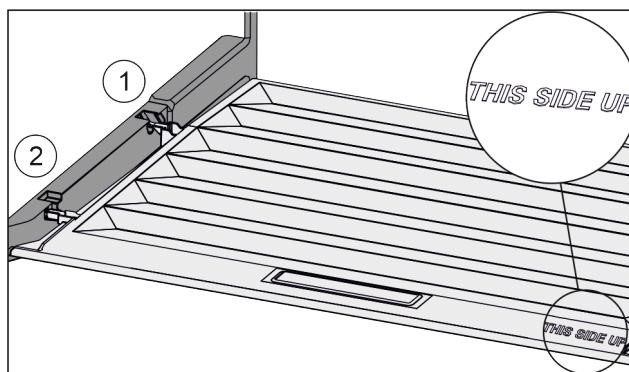

Fig. 125
- ▶ Výstupky víka zaved'te do zadních držáků Fig. 125 (1) a vpředu zaklesněte do držáku Fig. 125 (2).